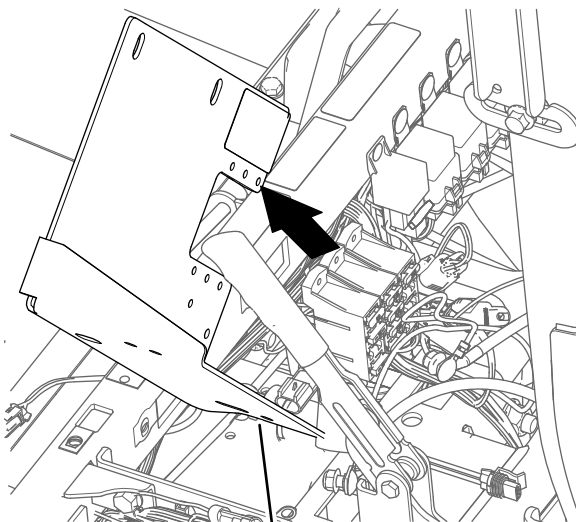

Bild 172
6. Nehmen Sie die Batteriehalterung von der Maschine ab (Bild 172).